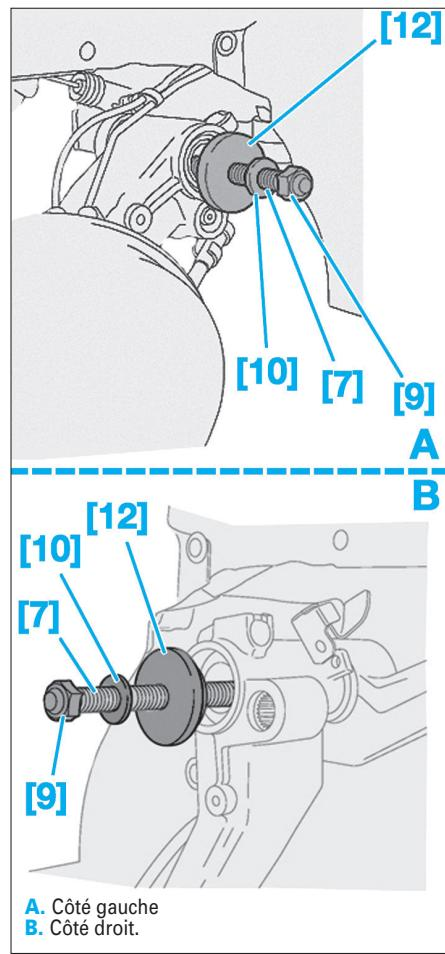

Fig. 65
- Monter sur la tige filetée [7] la bague d'appui [12], la rondelle [10] et l'écrou [9] (Fig.65).